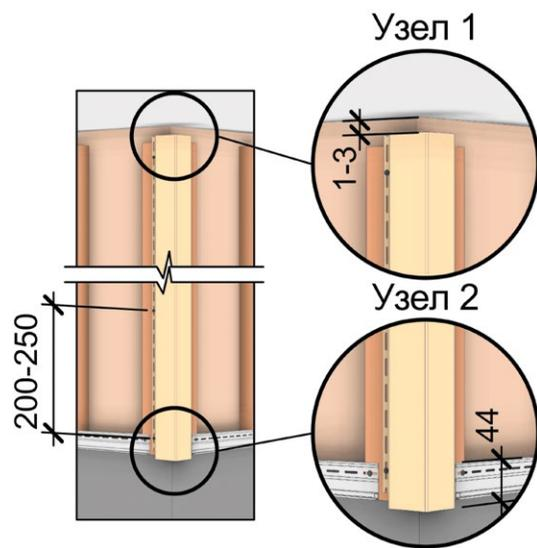

Рис. 5 Установка внешних углов
- При монтаже вертикальных профилей первый саморез должен фиксировать профиль в верхней части первого попадающего целиком на обрешётку монтажного отверстия (рис. 5, узел 1).
- Вертикальные профили необходимо устанавливать с зазором, компенсирующим температурные расширения, от 1 до 3 мм в верхней части (рис. 5, узел 1) и от 1 до 6 мм в нижней части.